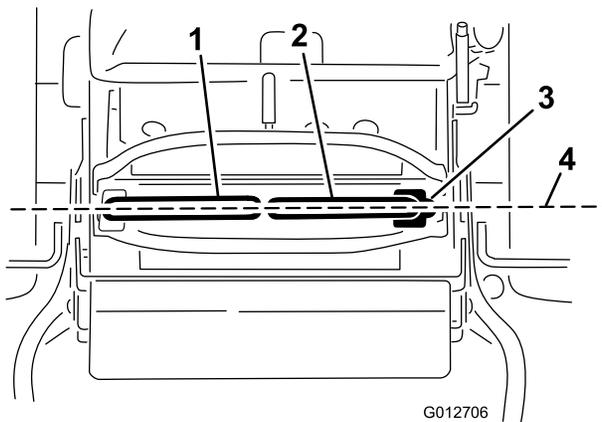

Figura 70
Importante: Controllate che l'allineamento del tosaerba sia giusto dopo aver regolato le leve di controllo del movimento. La messa a punto dell'allineamento e l'allineamento longitudinale delle leve di controllo del movimento sono la stessa procedura (Figura 70).
1. Una volta completato l'allineamento orizzontale, verificate l'allineamento longitudinale spingendo leggermente le leve di controllo del movimento in avanti per correggere l'eventuale gioco a livello della tiranteria delle leve di controllo (Figura 70).